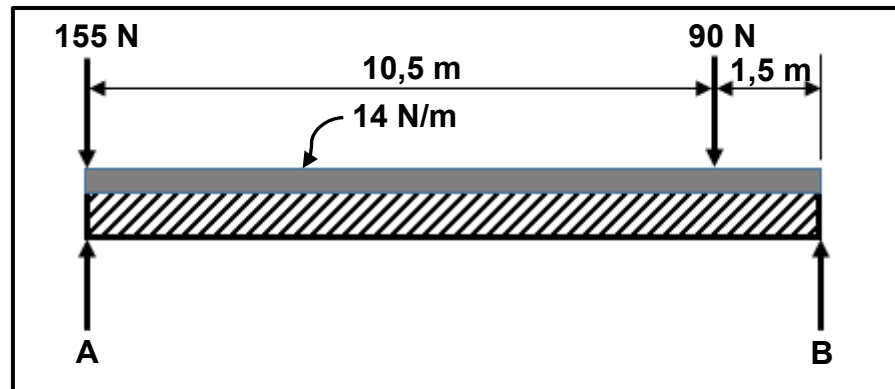

FIGUUR 8.1
- 8.1 FIGUUR 8.1 hieronder toon 'n stelsel van kragte met vier trekkragte wat op dieselfde punt inwerk.
WENK: Teken en voltooi die diagram in FIGUUR 8.1. Toon AL die horisontale en vertikale komponente voordat jy die berekeninge doen.